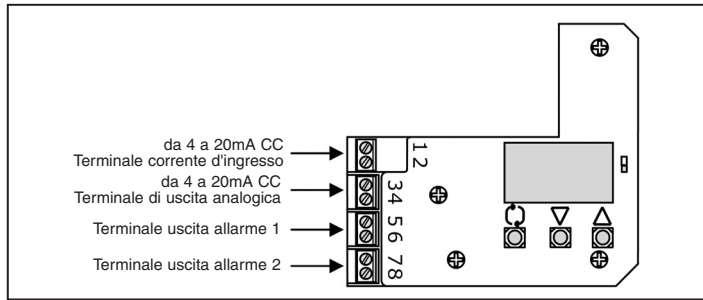

Fig. 9
- Collegare il cablaggio della corrente di ingresso a un regolatore e a ogni cablaggio di uscita seguendo la Fig. 9.